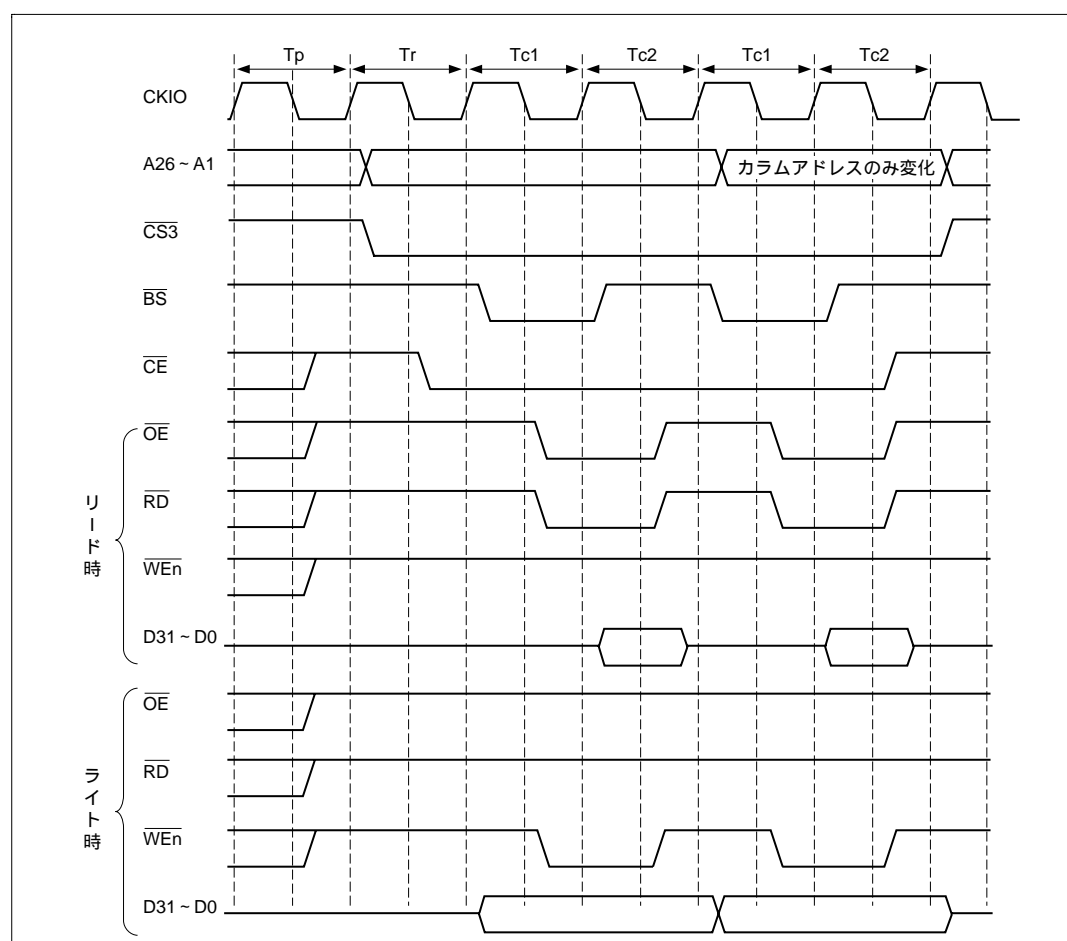

図 7.41 スタティックカラムモード
擬似 SRAM にはアクセスのたびに CE のアサート、ネゲートを行うノーマルアクセスの他に、同一のロウアドレスに対するアクセスが連続する場合、CE をアサートしたままカラムアドレスを変更するだけでデータに高速にアクセスできる、スタティックカラムモードを備えているものがあります。MCR のバーストイネーブルビット (BE) の設定によって、ノーマルアクセスとスタティックカラムモードを利用したバーストアクセスを選択することができます。スタティックカラムモードによるバーストアクセスのタイミングを図 7.41 に示します。バーストアクセスを行う場合にも、ウェイトステート制御機能によるサイクルの挿入を行うことができます。